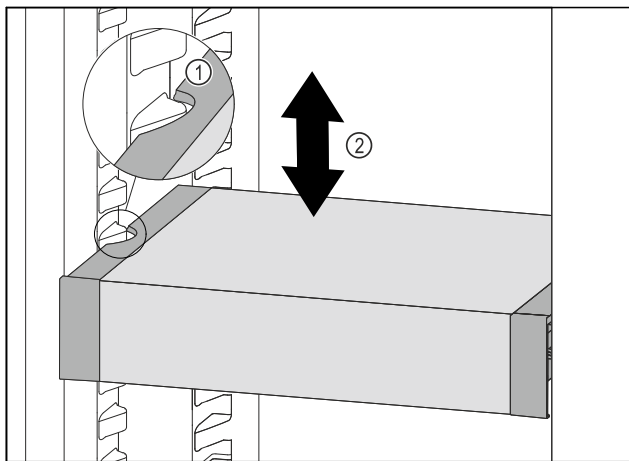

Fig. 60
- ▶ Trageți în față VarioSafe, până când degajările laterale ale VarioSafe se află la înălțimea nervurii recipientului din frigider. Fig. 60 (1)
- ▶ Mișcați în sus sau în jos VarioSafe în frigider, până când este atinsă înălțimea dorită. Fig. 60 (2)